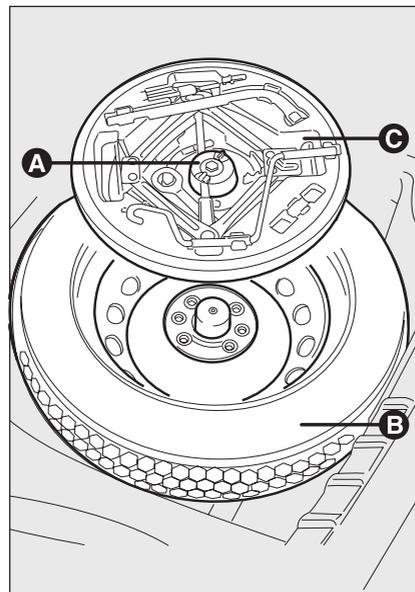

Рис. 2
- ❑ вивільніть фіксатор **A** (рис. 2);
- ❑ витягніть з багажного відсіку контейнер з інструментами **C** (рис. 2) і перенесіть його до того колеса, що має бути зміненим;
- ❑ витягніть з ніші багажного відсіку запасне колесо **B** (рис. 2);
- покладіть частково складений домкрат до контейнера **С (рис. 2)**, потім злегка розклиньте його в контейнері для запобігання вібрації під час руху;
- встановіть контейнер **С (рис. 2)** разом з інструментами у середину запасного колеса;